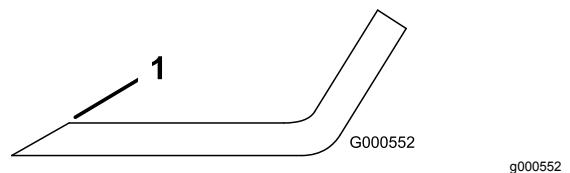

Figura 103
- Utilize uma lima para afiar aresta de corte em ambas as extremidades da lâmina (Figura 103).
Nota: Se lâmina não estiver equilibrada, lime algum metal da extremidade da aba apenas (Figura 103).